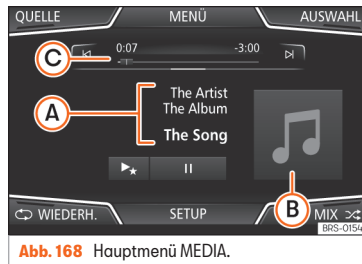

Abb. 168 Hauptmenü MEDIA.
- Drücken Sie die Infotainment-Taste **MEDIA / C**, um das Hauptmenü *Medien* zu öffnen »Abb. 168.
Die derzeit gespielte Medienquelle wird beim Antippen der Funktionsfläche **QUELLE** » Abb. 168 im Pull-down-Menü angezeigt.